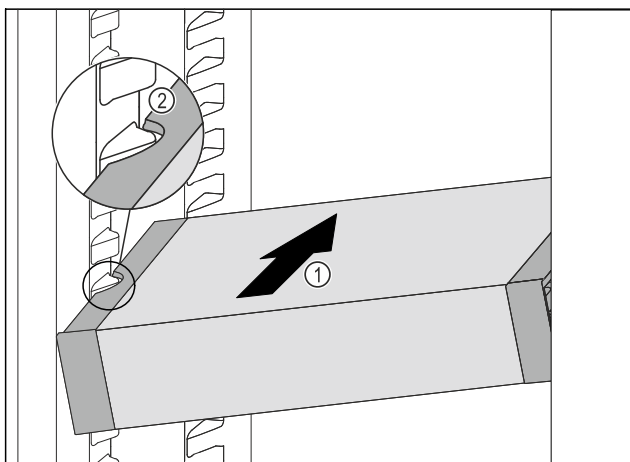

Fig. 93
- ▶ Insérer le VarioSafe en biais dans la partie réfrigérateur *Fig. 93 (1)* jusqu'à ce que les encoches latérales *Fig. 93 (2)* du VarioSafe se trouvent à la hauteur de la nervure du bac dans la partie réfrigérateur.